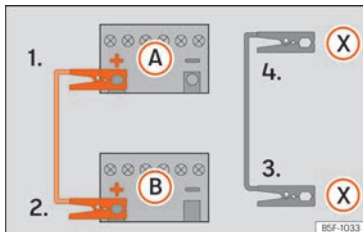

Abb. 44 Anschlusschema für Fahrzeuge mit Start-Stop-System.
- 4b. Bei Fahrzeugen mit Start-Stop-System: ein Ende des schwarzen Starthilfekabels (X) an einen geeigneten Masseanschluss, ein massives, fest mit dem Motorblock verschraubtes Metallteil oder an den Motorblock selbst anklammern »» » **Abb. 44**.
5. Klemmen Sie das andere Ende des schwarzen Starthilfekabels (X) im Fahrzeug mit der entladenen Batterie an ein mit dem Motorblock verschraubtes, massives Metallteil oder an den Motorblock selbst, aber so weit wie möglich von der Batterie (A) entfernt an.